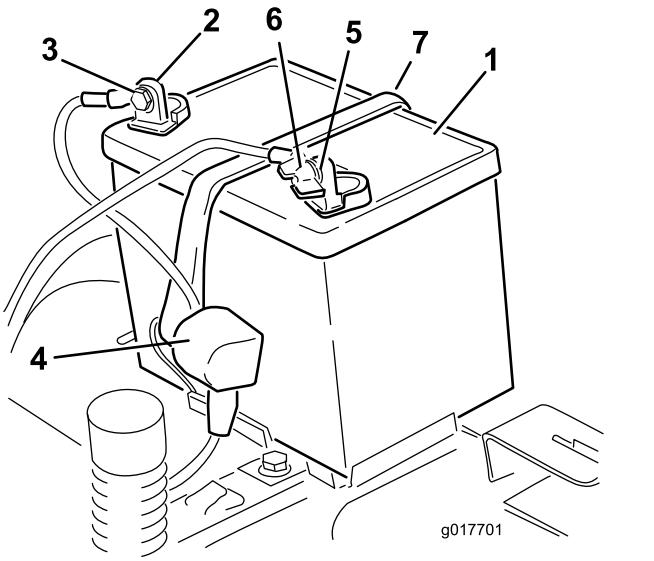

Figure 48
4. Débranchez le câble négatif (noir) de mise à la masse de la borne de la batterie (Figure 48).
6. Débranchez le câble positif (rouge) de la borne de la batterie (Figure 48).
7. Déposez la barrette de maintien de la batterie (Figure 48) et soulevez la batterie de son support.
1. Placez la batterie dans son support (Figure 48).
5. Fixez la batterie en place à l'aide de la barrette de maintien (Figure 48).